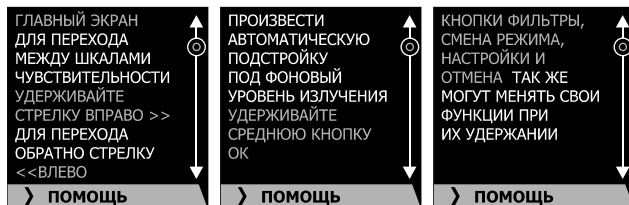

Рис. 13 – краткая помощь по навигации
- нажать и удерживать в течение 2 секунд кнопку , после чего изделие переходит к разделу помощи. На экране выводится текстовая информация, представленная на Рис. 13.